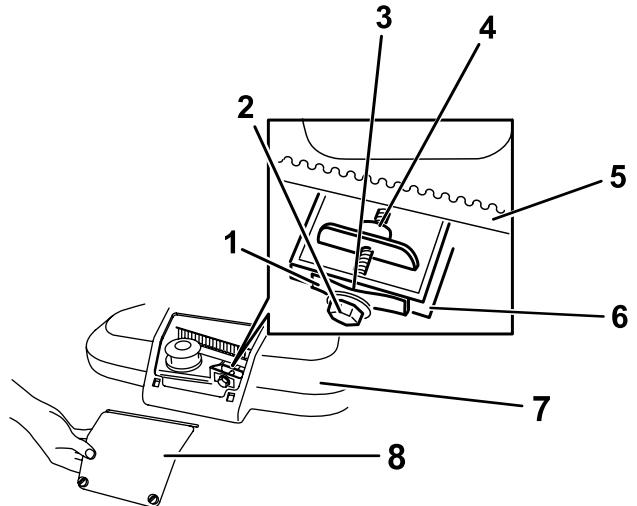

Bild 32
1. Lösen Sie die beiden Vierteldrehschrauben an der Zugangsplatte für die Riemenabdeckung und nehmen Sie die Platte ab (Bild 32).
Hinweis: Wenn ein sichtbarer Abstand zwischen der Fühlerlehre und der Feder besteht, ziehen Sie die Einstellschraube und Mutter an, bis die Fühlerlehre nur schwer in den Abstand eingeschoben oder herausgezogen werden kann (Bild 32).